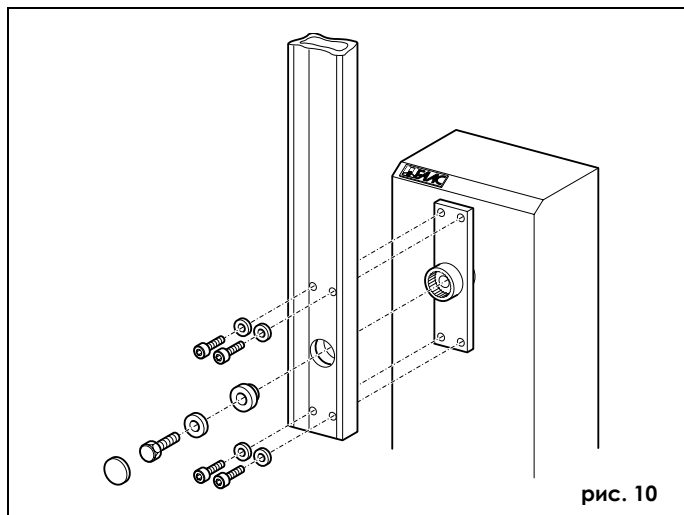

рис. 10
- 4) Закрепите стрелу с помощью прилагаемых винтов, как показано на рис. 10 и 10b. Вставьте заглушку (только для 620). Ребро стрелы с резиновой накладкой должно быть направлено в сторону закрывания.